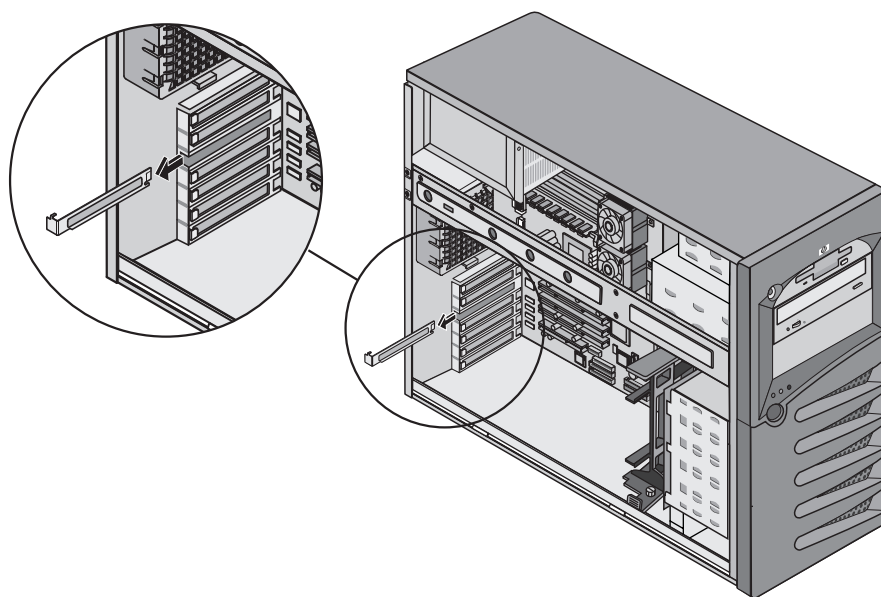

Figura 2-22: Extracción de la cubierta de la ranura
8. Presione la cubierta de la ranura PCI desde la parte posterior del chasis y deslícela hacia usted para extraerla. Consulte la figura 2-22.